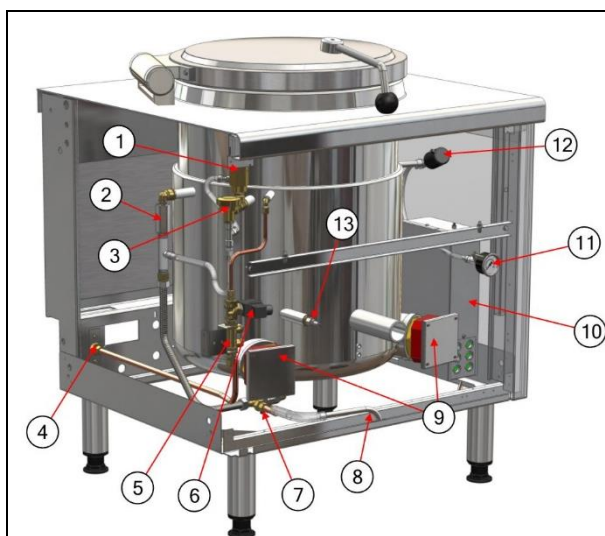

Fig. 12
- Retirer les 4 vis de maintien du panneau de façade (Fig. 12 – Rep. 2), accessibles par le dessous de l'appareil.